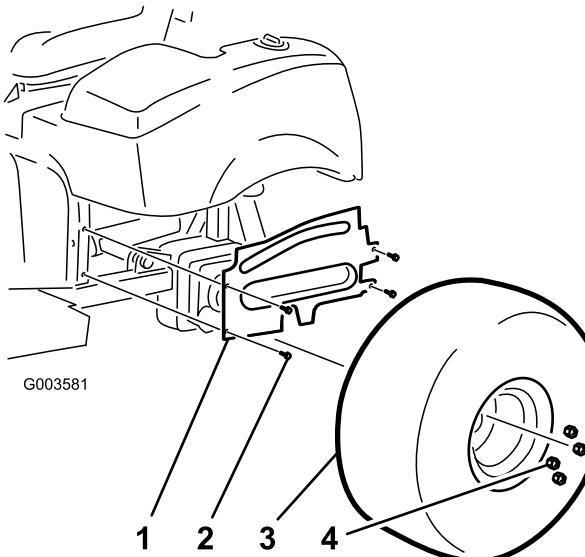

Рисунок 4
4. Выверните 4 винта с фланцевыми головками, которые крепят кожух левого колеса к раме (Рисунок 4). Снимите и сохраните кожух.